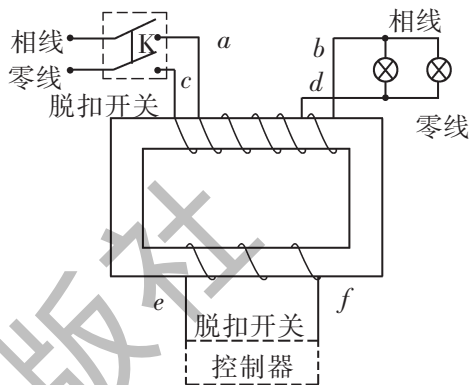

图 2-1
1. 照明电路中，为了安全，一般在电能表后面的电路上接入一个漏电保护器，如图 2-1 所示，当漏电保护器的  $ef$  两端没有电压时，脱扣开关  $K$  能始终保持接通；当  $ef$  两端有电压时，脱扣开关  $K$  立即断开。下列说法正确的是 ( )。